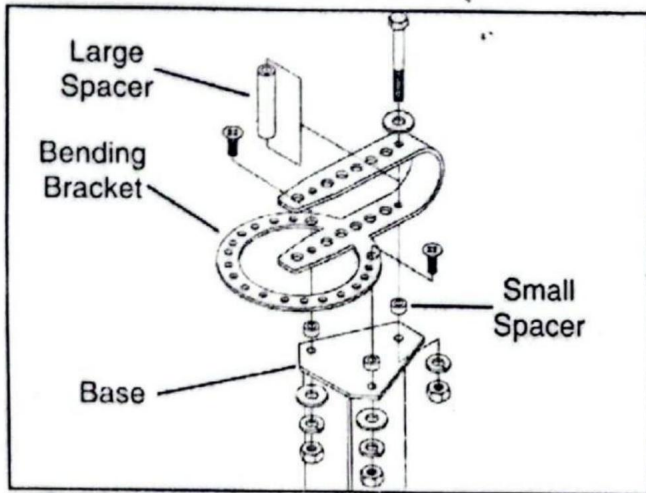

Figura 1. Montaje del soporte de flexión a la base.
1. Monte el soporte de flexión en la base utilizando los componentes que se muestran en la Figura 1.